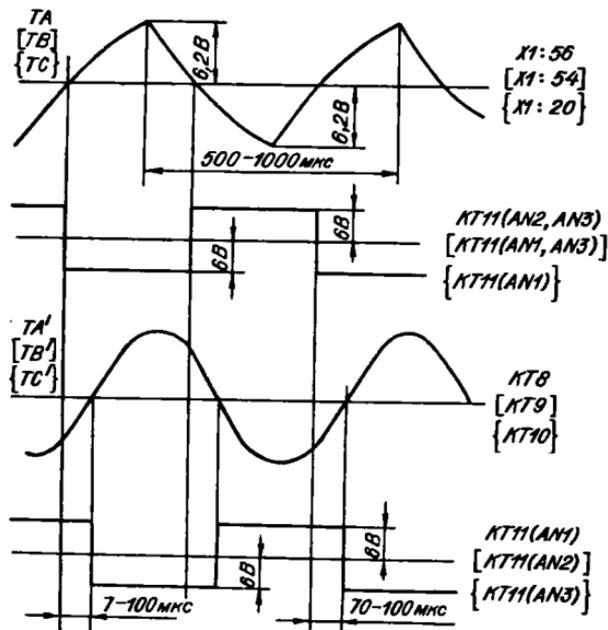

Рис. 8. Диаграммы напряжений блоков регуляторов тока
7.5.16.5. Контролируйте осциллографом сигналы в КТ11 функциональных групп АН1, АН2, АН3, в КТ8, на контакте 56 разъема на соответствие диаграммам напряжений, представленным на рис. 8.
**Примечание.** Названия сигналов и места контроля указаны на рис. 8 без скобок.
**Примечание.** Обозначения сигналов и соответствующие им адреса контроля указаны на рис. 8 в скобках одинаковой формы.